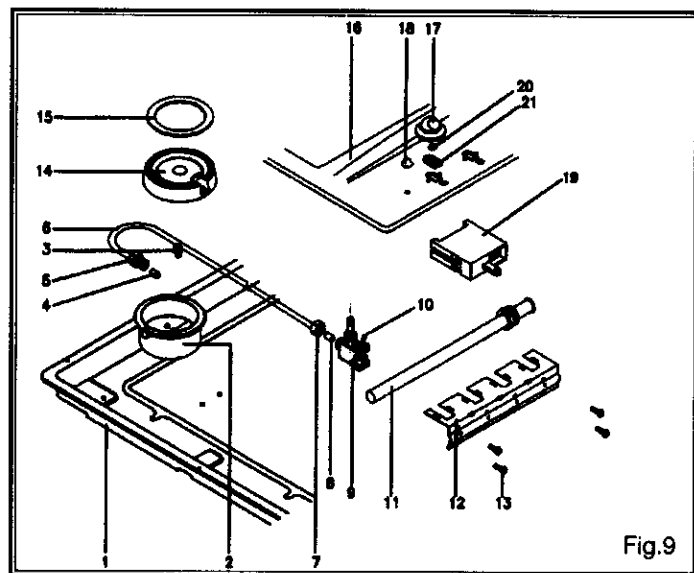

Fig.9
- 4) A l'aide d'un petit tournevis visser ou dévisser la vis de réglage (fig. 9,10) jusqu'à ce que la flamme du brûleur soit convenablement réglée au minimum.
- 2) Enlever le couvercle (fig. 9)